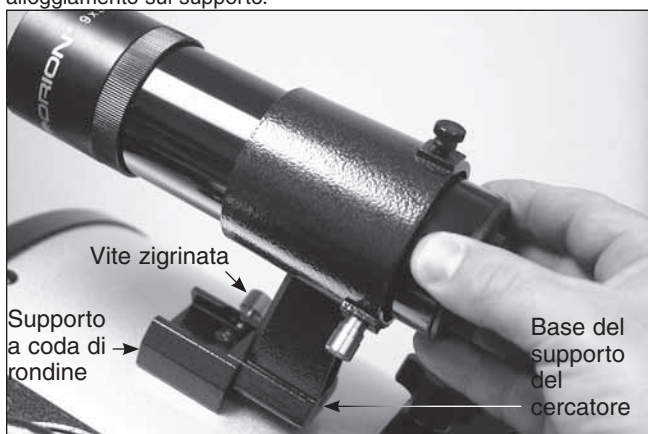

Figura 28. La base del supporto del cercatore deve essere inserita nel supporto a coda di rondine e fissata con la relativa vite zigrinata.
2. Inserire la base del supporto del cercatore nel supporto a coda di rondine accanto al focheggiatore del telescopio (Figura 28). Bloccare il supporto in posizione serrando la vite zigrinata nel supporto a coda di rondine.